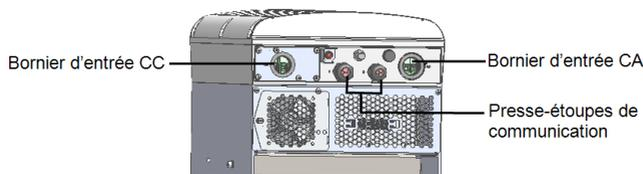

Figure 43: Interface de l'unité principale
1. Branchez l'alimentation CC comme suit (voir la *Figure 43*) :